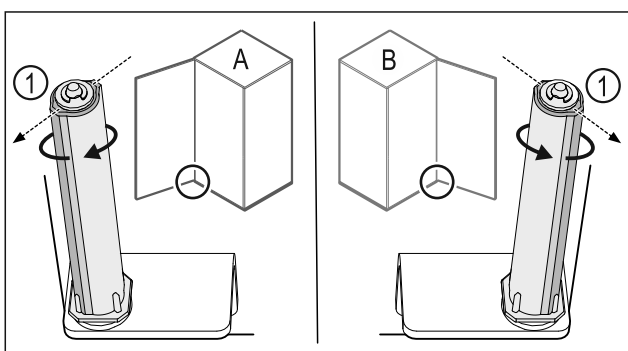

Fig. 55 Tope izquierdo (A) / tope derecho (B)
- Girar el sistema de cierre contra la resistencia hasta que el alma del sistema de cierre Fig. 55 (1) apunte hacia afuera.